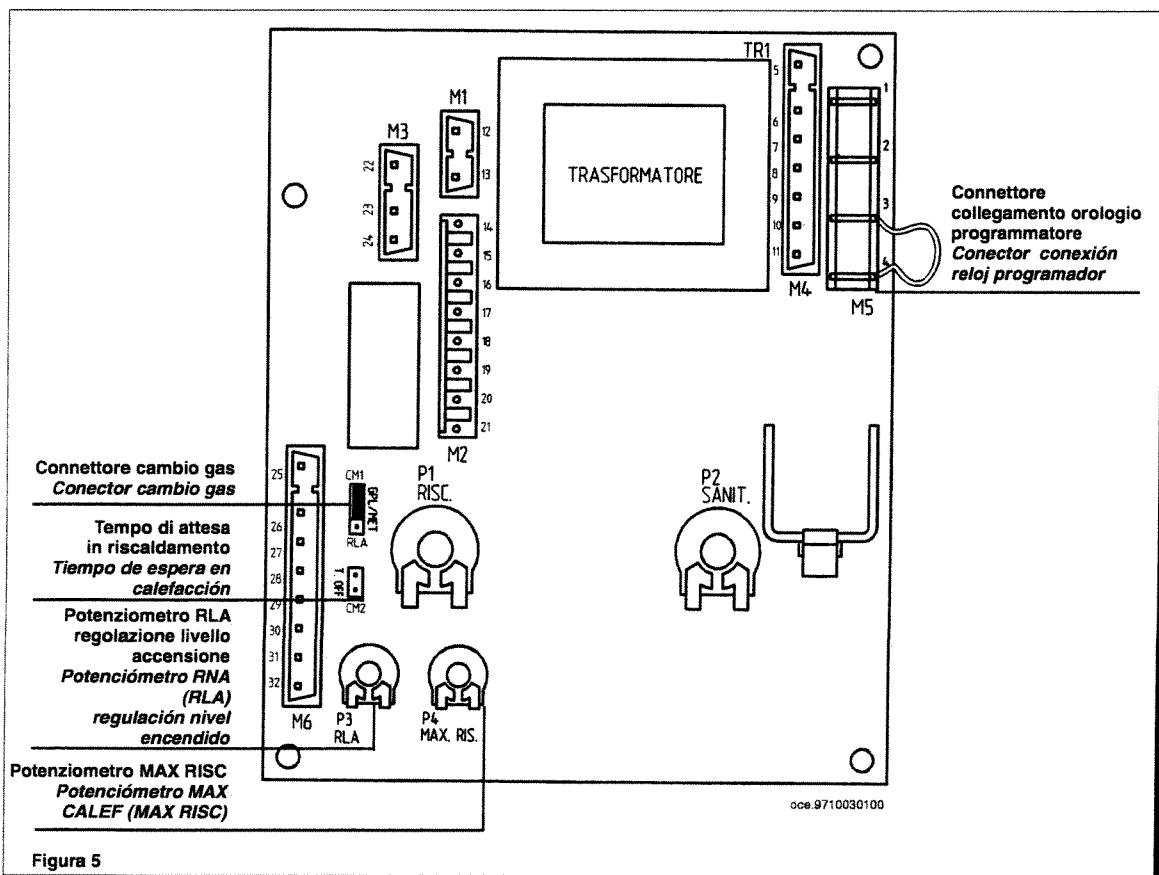

Figura 5
- collegare il motore del programmatore al connettore della scheda elettronica principale (morsetti 1 e 2 di figura 5);
- *conectar el motor del programador al conector de la tarjeta electrónica principal (bornes 1 y 2 de figura 5);*
- posizionare il ponticello, nel connettore cambio gas, nel settore MET per il gas metano o nel settore GPL per il gas liquido (figura 5 a pagina 15).